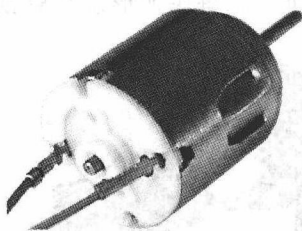
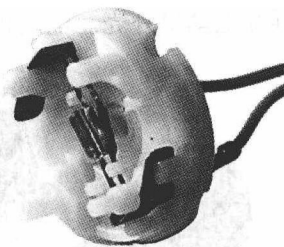

图 1-14 固定爪位置
图 1-15 端盖内的电刷
(1) 开启固定爪、取下端盖。玩具电动机的尼龙端盖由构成钢壳的两个爪固定，如图 1-14 所示。用修理钟表的一字形螺钉旋具一点一点地撬开，就可以松开端盖并将其卸下。在端盖的内部可以看到电动机的电刷，如图 1-15 所示。